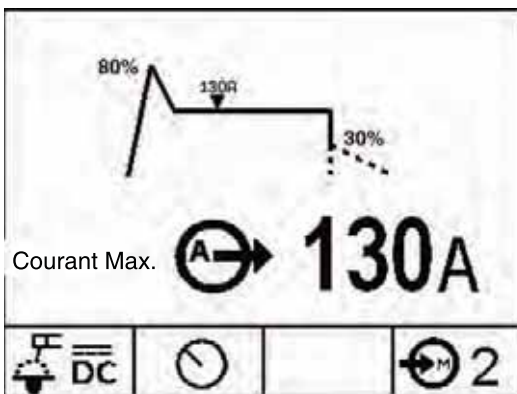

Figure B.4a
- BAGUETTE (Voir la Figure B.4a)